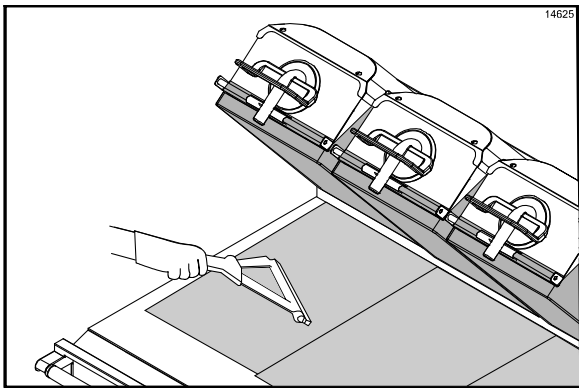

图 31
4. 用橡皮刮板从中心向外刮，小心地挤出气泡，一定不要让铁弗龙不粘膜出现折叠或褶皱。(请见图 31)